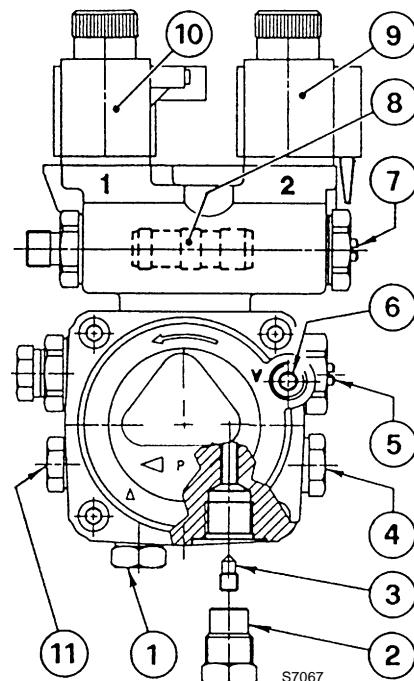

Fig. 8
- De pomp is voorzien voor een installatie met twee leidingen. Draai bij één leiding de moer van de terugloopleiding (2) los, verwijder de by-pass schroef (3) en draai de dop (2) opnieuw aan, (zie fig. 8).
Bij een installatie zoals in fig. 7, de vacuümmeteraansluiting (6, fig. 8) losdraaien tot er brandstof ontsnapt.